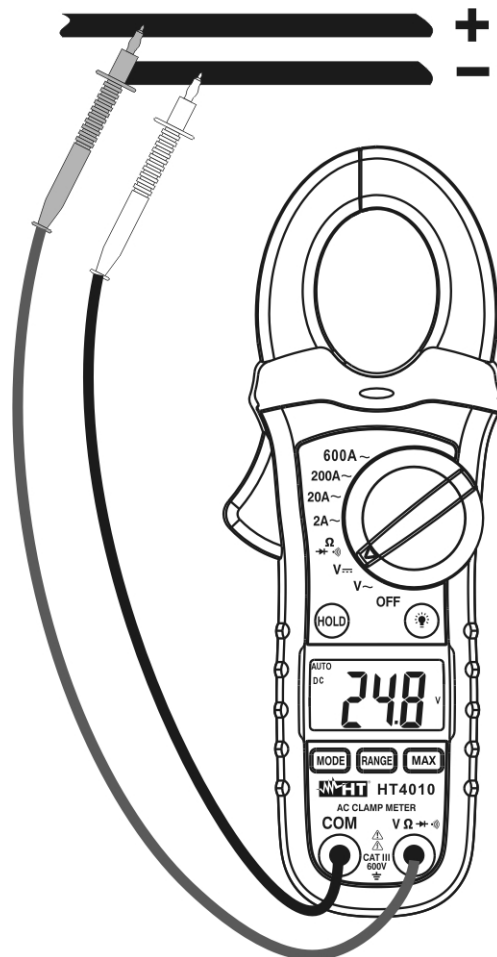

Fig. 2: Uso della pinza per misura di Tensione DC
3. Inserire il cavo rosso nel terminale di ingresso $V\Omega \rightarrow \leftarrow$) e il cavo nero nel terminale di ingresso **COM** (vedere Fig. 2)
6. La visualizzazione del simbolo "-" sul display dello strumento indica che la tensione ha verso opposto rispetto alla connessione di Fig. 2